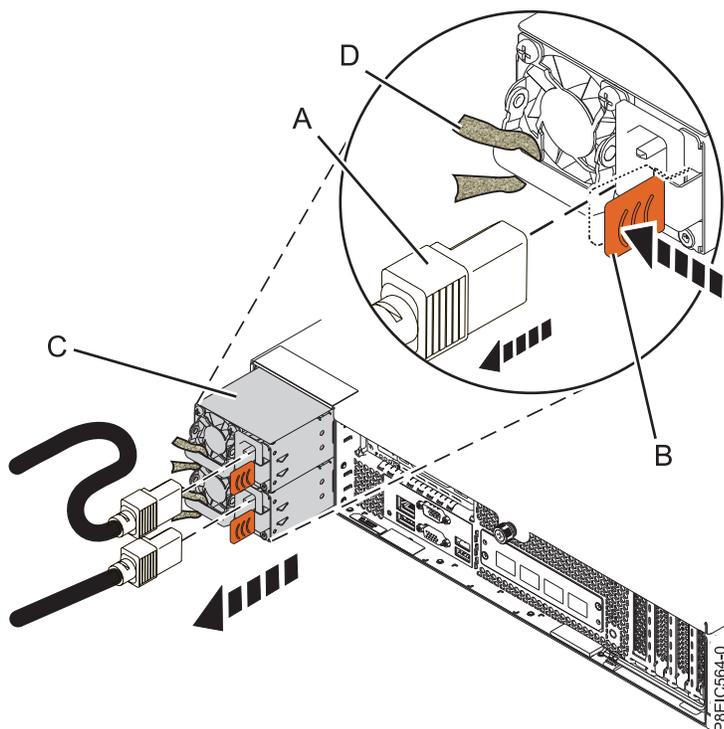

Figura 58. Removendo uma fonte de alimentação do sistema
- a. Para desprender a fonte de alimentação de sua posição no sistema, puxe a aba de bloqueio (B) na direção mostrada. Consulte a Figura 58.
- b. Segure a alça da fonte de alimentação com uma mão e puxe a fonte de alimentação (C) para fora do sistema cerca de 5 cm (2 pol.).